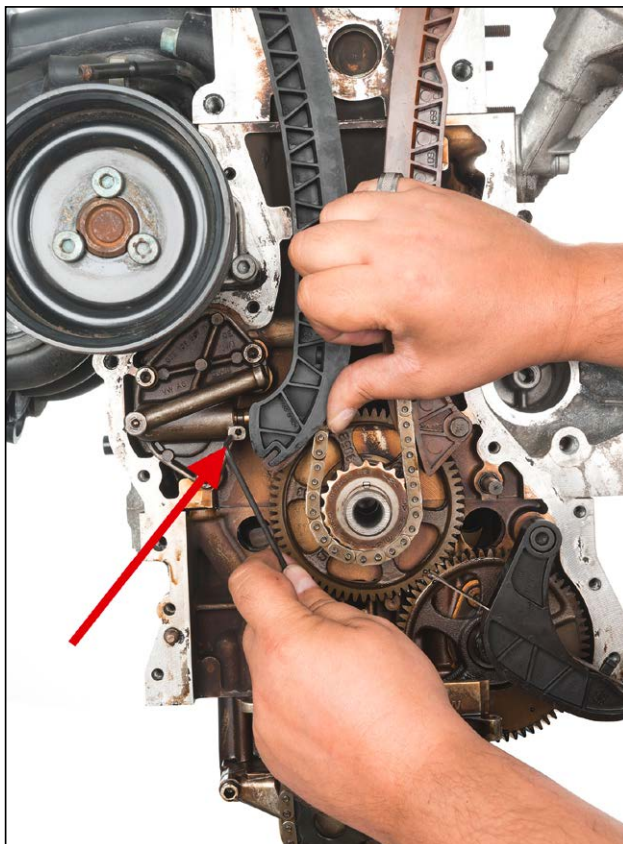
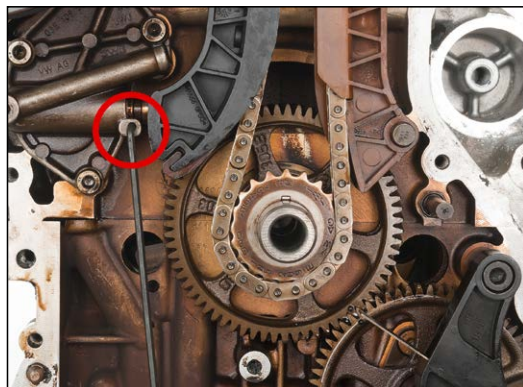

bild 14
bild 15
7. Lossa kamkedjan. Tryck spännskenan mot spännelementet (bild 14) med fingrarna tills spännelementet kan demonteras med en 3 mm insexnyckel (bild 15).